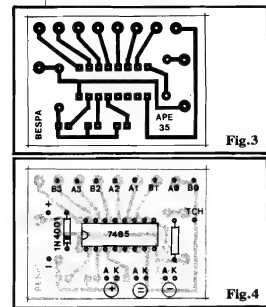

Fig. 3
- FIG. 3 - COMPONENTES E FORMATAÇÕES DE PINAGEM - A esquerda da figura o Leitor encontra os dados "visuais" quanto ao Integrado 7485 (que ainda não foi utilizado em montagens de APE, portanto merece uma "avant
- FIG. 3 - LAY OUT DO CIRCUITO IMPRESSO - Em tamanho natural (escala 1:1) a figura
- FIG. 3 - "CHAPEADO" DA MONTAGEM - A placa, agora, é vista pelo seu lado não cobreado, todos os principais componentes já posicionados e identificados (quanto aos seus códigos, valores, polaridades, etc.). ATENÇÃO MÁXIMA às colocações do Integrado, transistores, diodos e capacitores eletrolíticos (já que são componentes polarizados, não podendo ser ligados ao circuito em situação diferente da mostrada...). Também o pequeno transformador merece especial atenção no seu posicionamento, devendo o Leitor/Hobbysta notar a identificação do seu primário, codificada pela tal "pinta vermelha" (indicada no "chapeado"...). Notem ainda que as (poucas) conexões externas à placa têm seus pontos de ligação codificados, na forma de ilhas/furos periféricos claramente identificados...